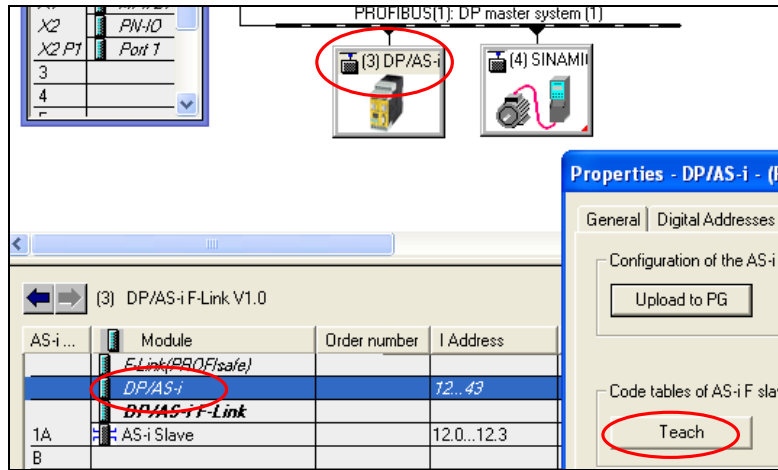

图 25 选择 Teach 功能
(5) 此时，选择 DP/ASi F Link 的“Teach”功能，对 ASi 的 F 从站进行评估（图 25）。